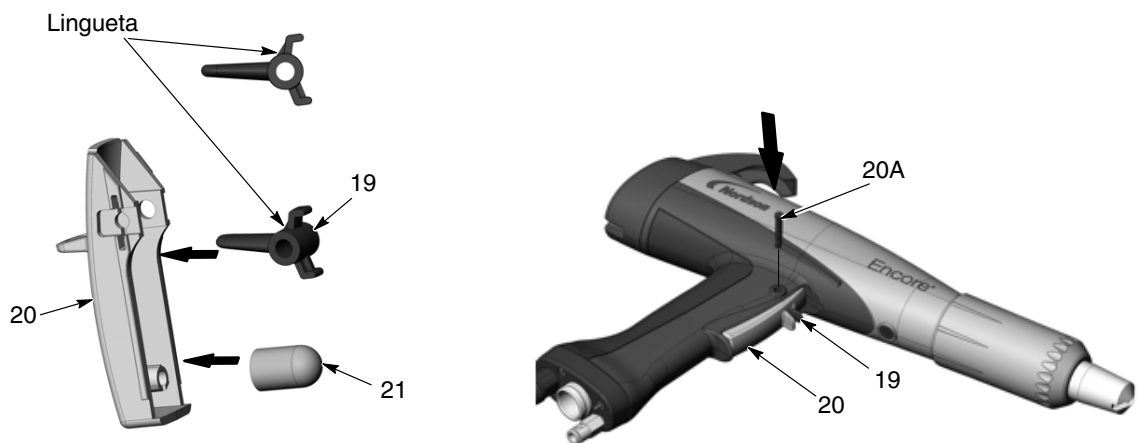

Figura 6-12 Montar novamente os gatilhos e o eixo
7. Consulte a figura 6-12. Monte o gatilho de purga (19) no gatilho de spray (20) com a lingueta voltada para cima, como ilustrado. **Não monte o gatilho de purga ao contrário.**
8. Verifique se o atuador (21) está montado sobre o pino.